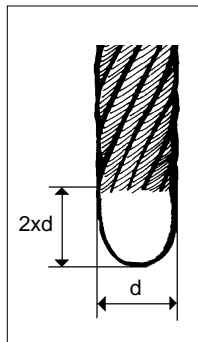

Fig. 1.26
- Asegurarse que el diámetro del cable corresponde al indicado en la placa técnica del aparato TIRAK, que la longitud del cable es suficiente para la altura del trabajo a realizar y que la punta del cable está conforme a la fig. 1.26.